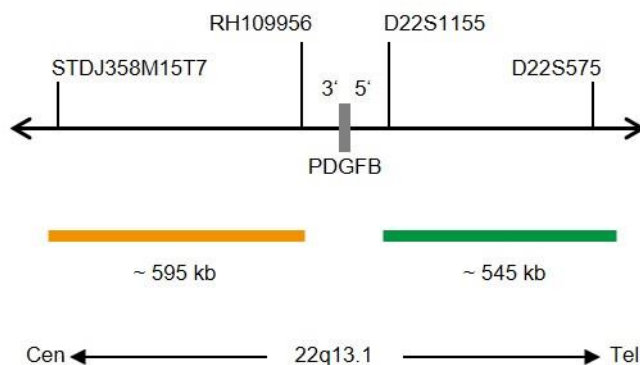

Fig. 1: SPEC PDGFB Mapa da sonda (não à escala)
- Polinucleótidos marcados com ZyGreen (excitação 503 nm/emissão 528 nm) (~10,0 ng/μl), que têm como alvo sequências mapeadas em 22q13.1\* (chr22:39,720,415-40,267,687) distal à região do ponto de quebra PDGFB (ver Fig. 1).
- Polinucleótidos marcados com ZyOrange (excitação 547 nm/emissão 572 nm) (~4,5 ng/μl), que têm como alvo sequências mapeadas em 22q13.1\* (chr22:38,928,973-39,526,228) proximais à região do ponto de quebra PDGFB (ver Fig. 1).